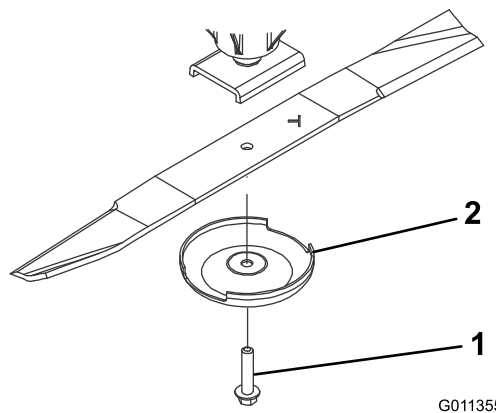

图74
2. 使用抹布或厚垫手套抓住刀片的端部。卸掉刀片螺栓、防刮罩并从锭轴上取下刀片 (图74)。
3. 使用防刮罩和刀片螺栓安装刀片刀翼面向剪草机刀盘 (图74)。